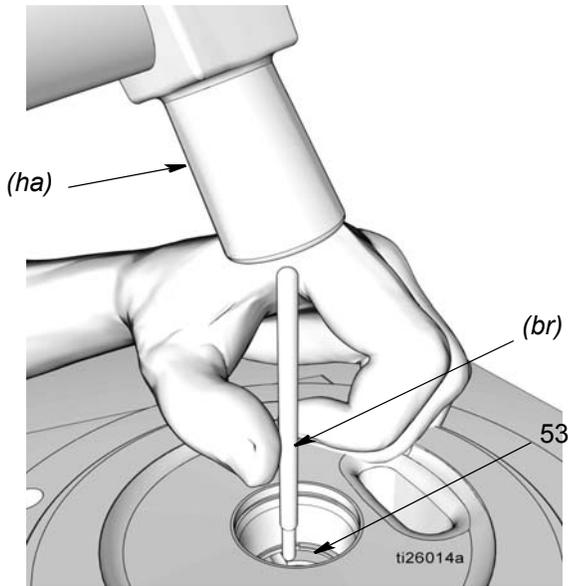

FIG. 27
19. Utilice una varilla de latón blanda (*br*) y un martillo y golpee suavemente el manguito del elemento de la bomba (53) hasta extraerlo de la base de la bomba (1) (FIG. 27).